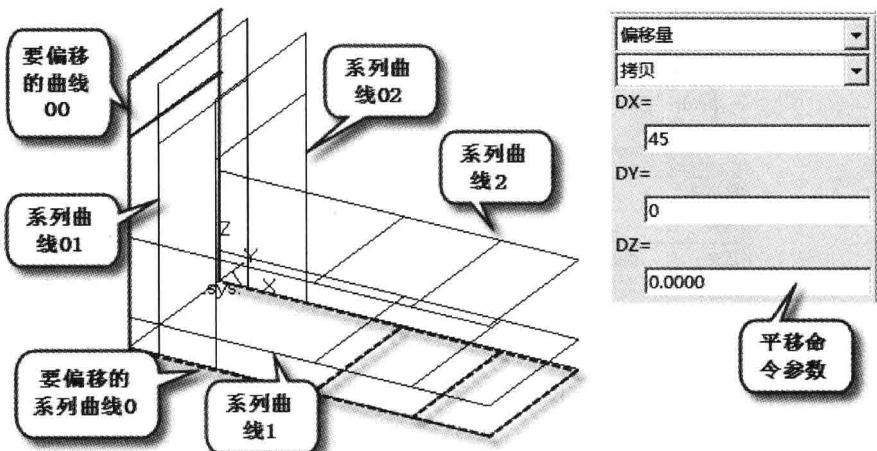

图 1-25 “平移”绘制图形
①单击“平移”按钮 \diamond ，选择“偏移量”、“拷贝”、“DX = 0、DY = 0、DZ = 15”，拾取要偏移的“系列曲线0”后，单击，获得“系列曲线1”。②选择“偏移量”、“拷贝”、“DX = 0、DY = 0、DZ = 55”，拾取要偏移的“系列曲线0”，单击，获得“系列曲线2”。③按F6键，选择“偏移量”、“拷贝”、“DX = 15、DY = 0、DZ = 0”，拾取要偏移的“系列曲线00”，单击，获得“系列曲线01”。④选择“偏移量”、“拷贝”、“DX = 45、DY = 0、DZ = 0”，拾取要偏移的“系列曲线00”，单击，获得“系列曲线02”。绘制结果如图1-25所示。